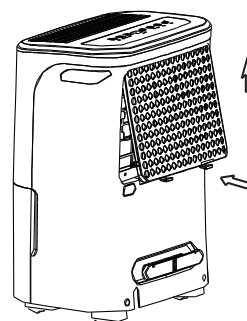

Fig. 10
- Grib fat i fanen på filteret og træk den opad, og træk den ud som vist på Fig. 10.
- Sæt luftfilteret i enheden fra undersiden til oversiden. Se fig. 10.